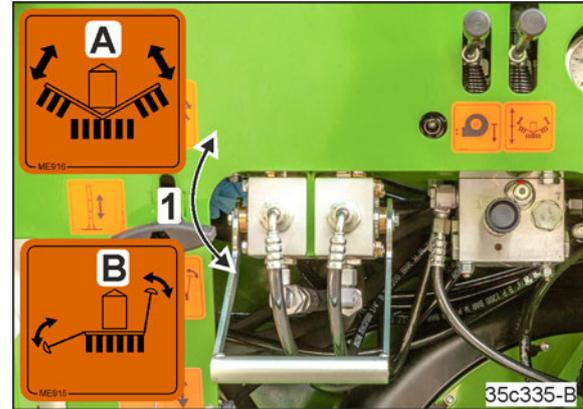

Рис. 229
1. Рычаг клапана (Рис. 229/1) находится в положении В.
3. Рычаг клапана (Рис. 229/1) находится в положении А.